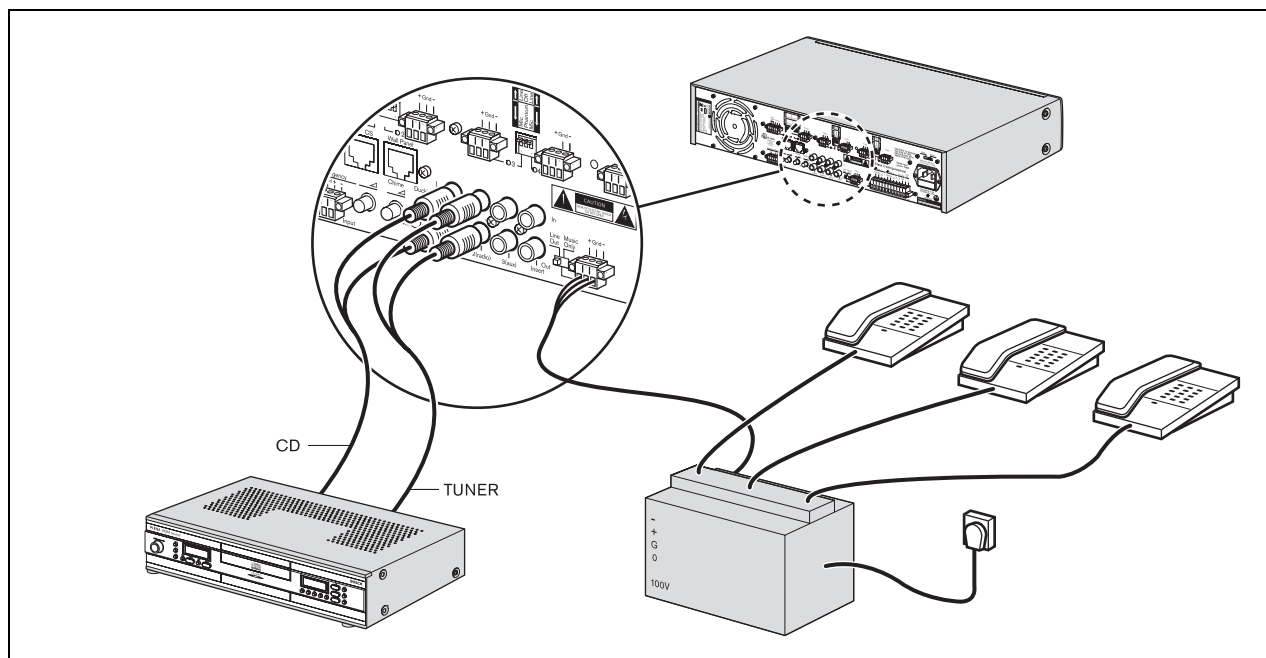

figura 4.7: Conexión de entradas de fuente de música
Utilice el conector de salida principal de música (23) para proporcionar una fuente de salida de música exclusiva para otro dispositivo. Por ejemplo, la salida principal de música puede conectarse a un acoplador telefónico, de modo que las personas que llamen puedan escuchar música cuando se les ponga en espera (véase figura 4.7).
Utilice la toma de presalida, entrada de amp.(21) para conectar equipos de procesamiento de sonido externos (por ejemplo un ecualizador y un supresor de realimentación Plena) entre las fases del preamplificador y el amplificador de potencia. Consulte figura 4.7.